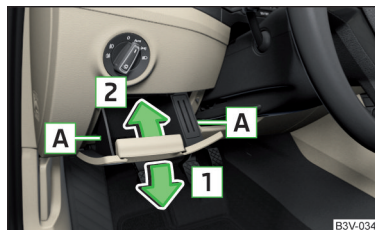

Fig. 357
- Agarrar el compartimento guardaoobjetos de lado en el área A y abrirlo tirando en el sentido de la flecha 1 (para abrir es necesaria mayor fuerza) » fig. 357.